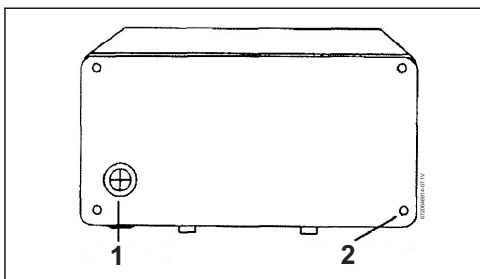

Fig. 17 Parte posterior de la unidad
- Si va por la parte posterior de la cubierta de la unidad, corte a través del ojal de la placa trasera con un cuchillo afilado. Asegúrese de no retirar la arandela de la placa posterior (Fig. 17):